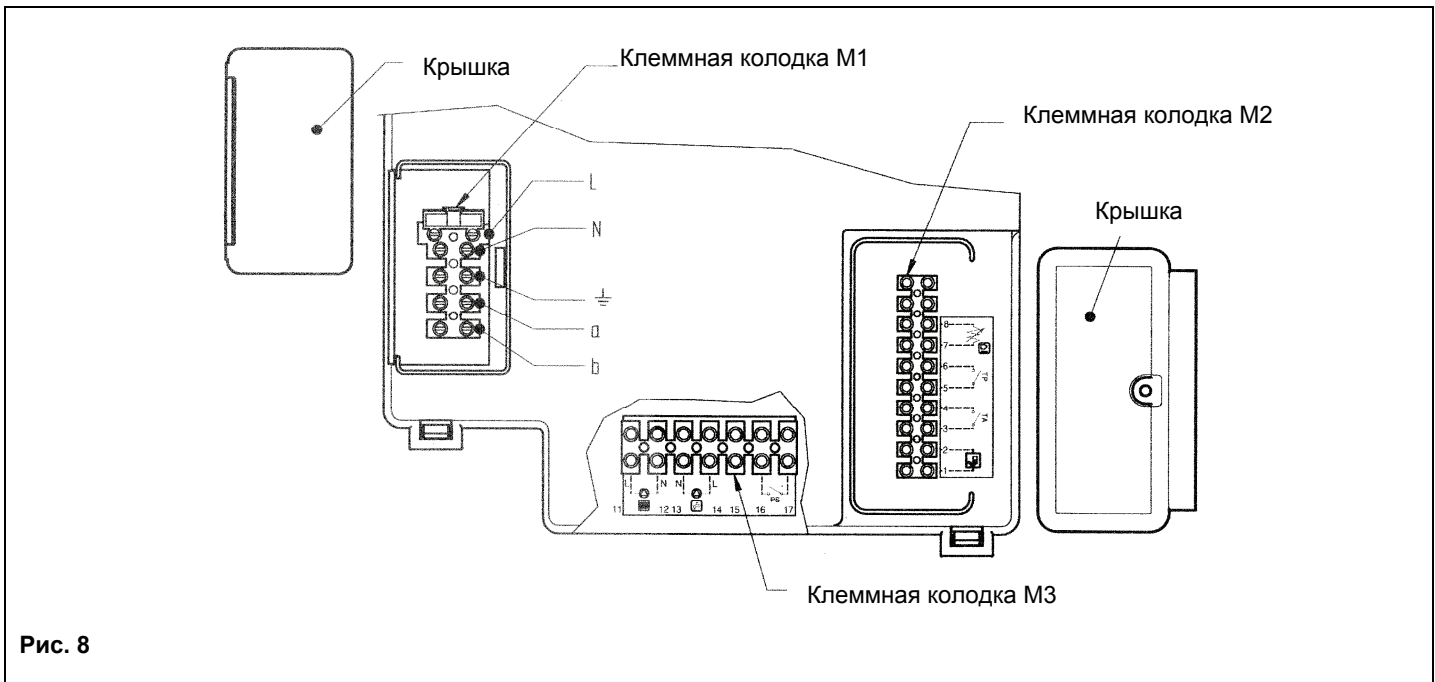

Рис. 8
- В клеммную колодку встроены плавкий предохранитель на 3,15А (см. Рис. 8). Для его проверки или замены вынуть черный держатель предохранителя.
Чтобы получить доступ к клеммным колодкам M1 и M2 поверните панель управления вниз и снимите две предохранительные крышки. (см. Рис.8).
Климатический регулятор фирмы SIEMENS модели QAA73 (заказывается отдельно) присоединяется к клеммам 1-2 клеммной колодки M2 (Рис.8), предварительно необходимо удалить перемычку между клеммами 3-4.
Датчик уличной температуры фирмы SIEMENS модели QAC34 (заказывается отдельно) подсоединяется к клеммам 7-8 клеммной колодки M2 (см. Рис.8).